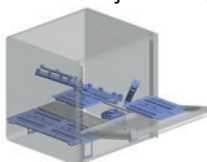

Fig. 8
- Si présentes, retirer les filtres de surface et les nettoyer avec une brosse sous l'eau courante (voir Fig. 8).